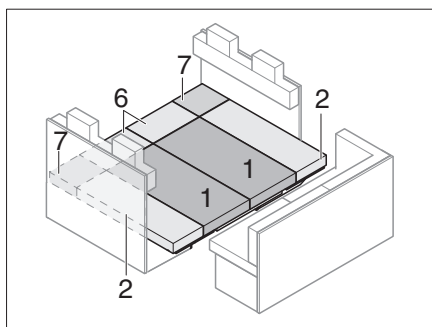

Fig. 195 Dopo la trasformazione
- Applicare i cuscini del divano, dello schienale e aggiuntivi come illustrato in Fig. 195.